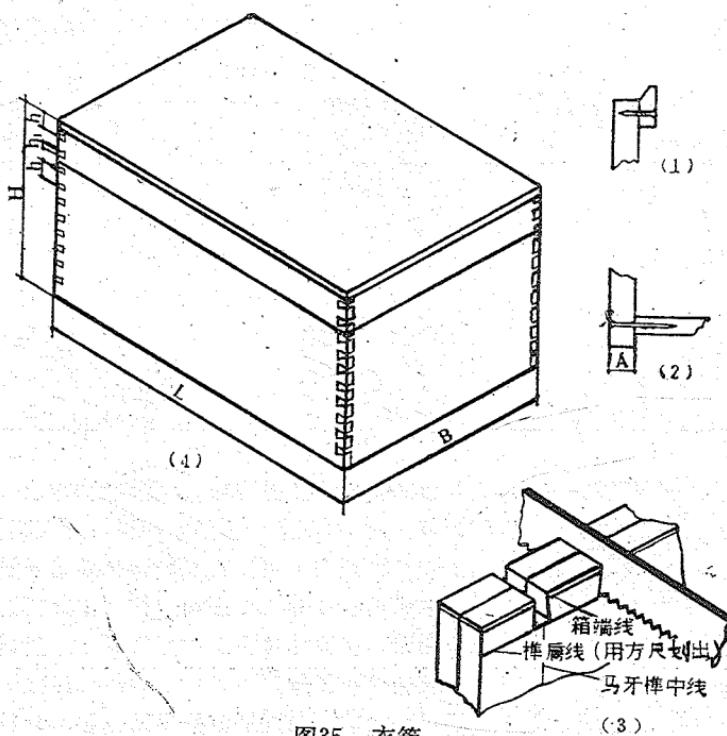

图35 衣箱
做箱的榫孔时先将榫的中线画好，约略微将马牙榫锯出，而不必每个榫画线，为了提高效率可将衣箱的前后板并在一起一次锯出。锯好后，其连带部分用钢丝锯或扁铲剔掉，将此板置于堵头的横断面上，用铅笔依榫孔套画在横断面上〔图35(3)〕，按线将堵头板的榫锯出（要每线下锯）。最后将箱使胶安装成型。胶料干透后按图35
(4) 所示的位置将箱盖锯开并修整合适再钉上底盖和口条。口条、箱底的做法详见图35 (1) (2)。